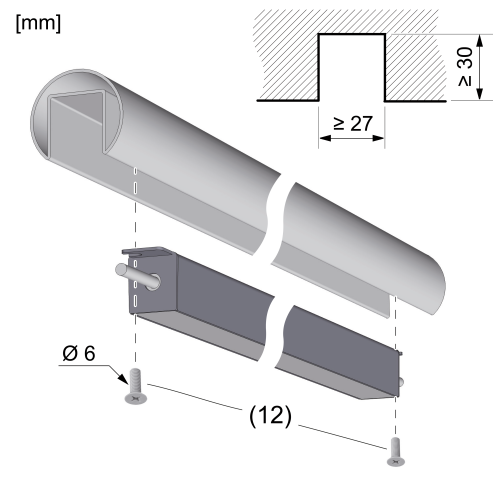

Bild 3: Leuchte montieren
- Im Montagegrund (z. B. Handlauf) eine Nut gemäß Zeichnung vorbereiten (Bild 3).
- Lichteinsätze mit Edelstahlschrauben (12) in der Nut befestigen (Bild 3).